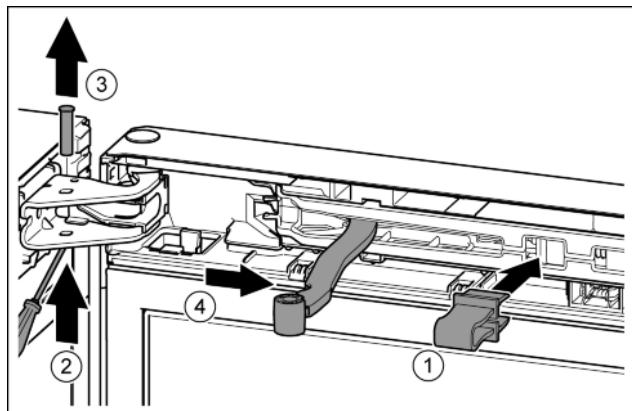

Fig. 10
- Фиксирайте предпазителя в отвора. *Fig. 10 (1)*
- С отвертка избутайте болта. *Fig. 10 (2)*
- Извадете болта нагоре. *Fig. 10 (3)*
- Завъртете шарнира в посока към вратата. *Fig. 10 (4)*